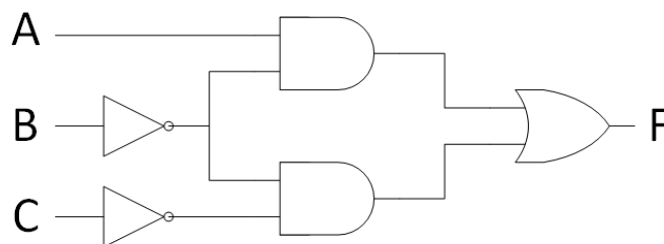

Figura 3 - Circuito projetado.
1 - Suponha que um colega seu projetou o circuito da Figura 3 em resposta ao seguinte problema: “*Projete um circuito que indique (com valor lógico “1”) na sua saída F que um número entre 0 e 7 é par e não é primo. O número é representado pelas variáveis A (MSB), B, C*”.
b) Efetue a análise teórica a este projeto da seguinte forma: determine a tabela de verdade para o circuito da Figura 3 (entradas A, B e C, saída F). Compare com os valores de saída F com os valores esperados (outra coluna, saída F_E) tendo em consideração o enunciado do problema. Há concordância entre todos os valores de F e F_E ? Se não, o erro está no projeto, não adianta montar e remontar porque nunca irá funcionar!